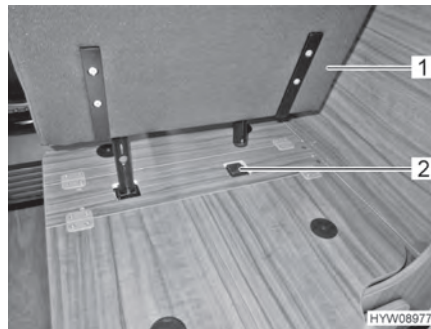

Fig. 19 Inserire il sedile installabile nel supporto
- Inserire il sedile installabile (Fig. 19,1) nel supporto (Fig. 19,2).